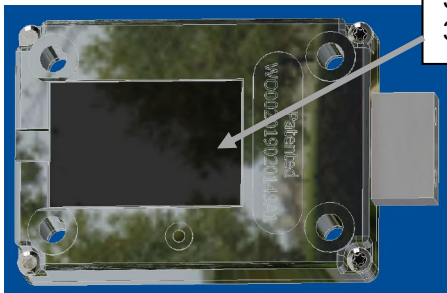
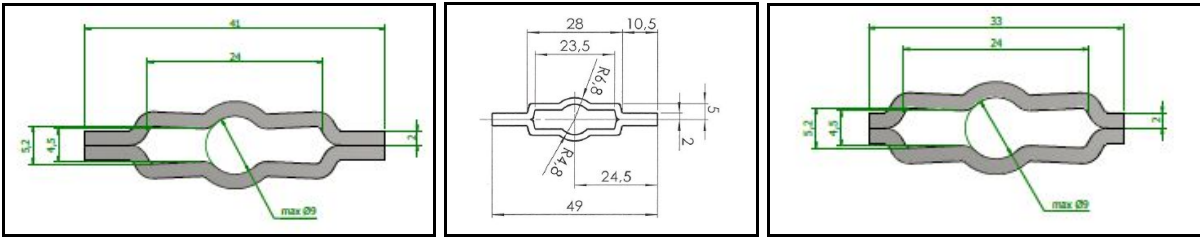

Bild: 5
Bild 7
1.1 Stellar ML-18-1-Universal / Universal 15 (mit Bohrschutz) - Bild 5 -
Die Abmessung der Kabeldurchführung darf max. der Kontur einer Schlüsselöffnung (z.B. Bild 7) bzw. \varnothing 15 mm entsprechen und muss sich immer über dem Bohrschutz (geschützten Bereich, siehe Bild 5), befinden. Bitte beachten Sie, dass je nach Ausführung des Riegelwerkes ein Spalt von ca. 5 mm zur Verlegung des Verbindungskabels „Schloss/Tastatur“ vorhanden ist. Diesen Platz benötigen Sie zu einer ordnungsgemäßen Verlegung des Schlosskabels zur Tastatur. Sollte dieses nicht gegeben sein beachten Sie bitte die im Punkt 1 gemachten Hinweise.